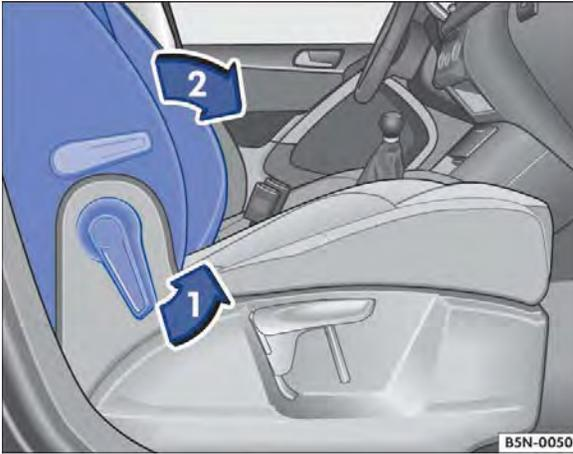

Fig. 58 Rebater o encosto do banco do passageiro dianteiro para frente.
- Destruar o encosto do banco do passageiro dianteiro no sentido da seta ⇒ Fig. 58 ①.
- Rebater o encosto do banco do passageiro dianteiro para frente no sentido da seta ② na posição horizontal.